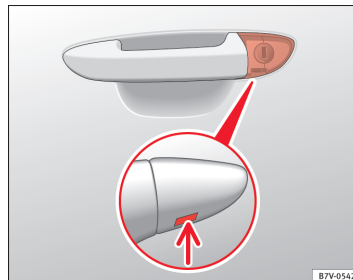

Fig. 52 Poignée de la porte du conducteur : barillet de serrure caché.
- Introduisez le panneton dans l'ouverture du cache de la poignée de la porte du conducteur depuis le bas ⇒ fig. 52 (flèche) et soulevez le cache.